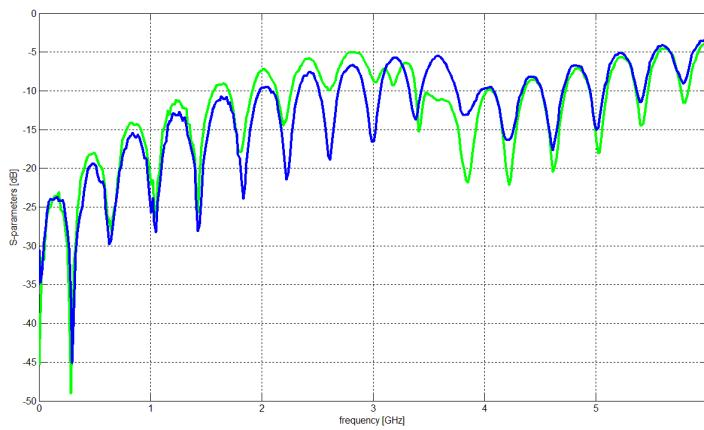

Figura 10: Comparación para líneas de igual características en diseño.
1. Grafique en Matlab los mismos parámetros de dispersión para las dos líneas iguales en impedancia y longitud. Por ejemplo, en la figura 10 se muestra el gráfico de los parámetros S_{11} de las dos líneas largas: de $Z_0=50\ \Omega$. Para este paso, utilice la función “Sparameters_Graph” ó “Sparameters_Graph_AWR” (Opcional) ó AWR. Anote sus observaciones para su posterior análisis.